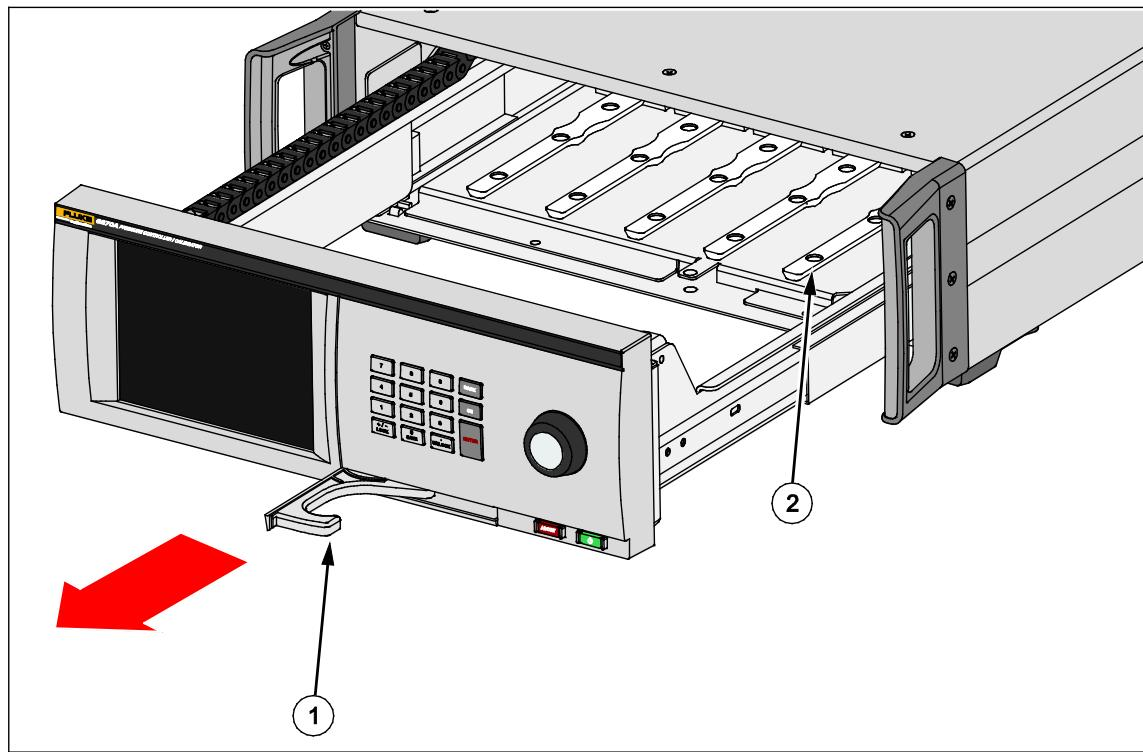

Abbildung 2. Moduleinschub
In Abbildung 2 wird gezeigt, wie Sie den Moduleinschub öffnen:
5. Auf dem Gehäuseboden des Produkts befindet sich eine Schiene, die in die Nut auf der Unterseite des PMM passt, siehe Abbildung 2 (②). Richten Sie die Nut an der Schiene aus, und schieben Sie das PMM vorsichtig bis zum Anschlag in den Modulschacht ein. Siehe Abbildung 3.